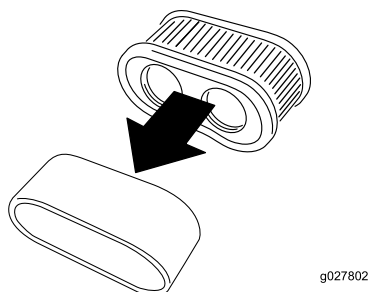

Figure 33
- Sortez l'élément en mousse de l'élément en papier (Figure 33).